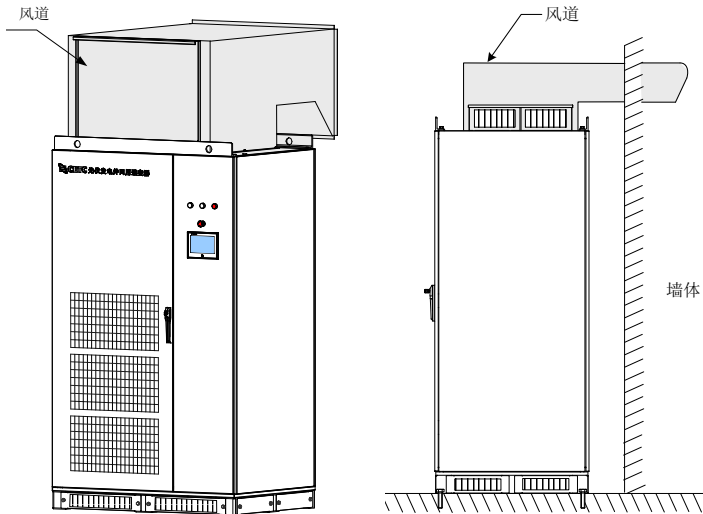

图 4-11 风道设计示意图
风道设计效果图如图 4-11 所示。
- 第一步：拆除逆变器风扇上部盖板，一共拆除 8 个 M6 组合螺钉（机柜自带），如图 4-11；